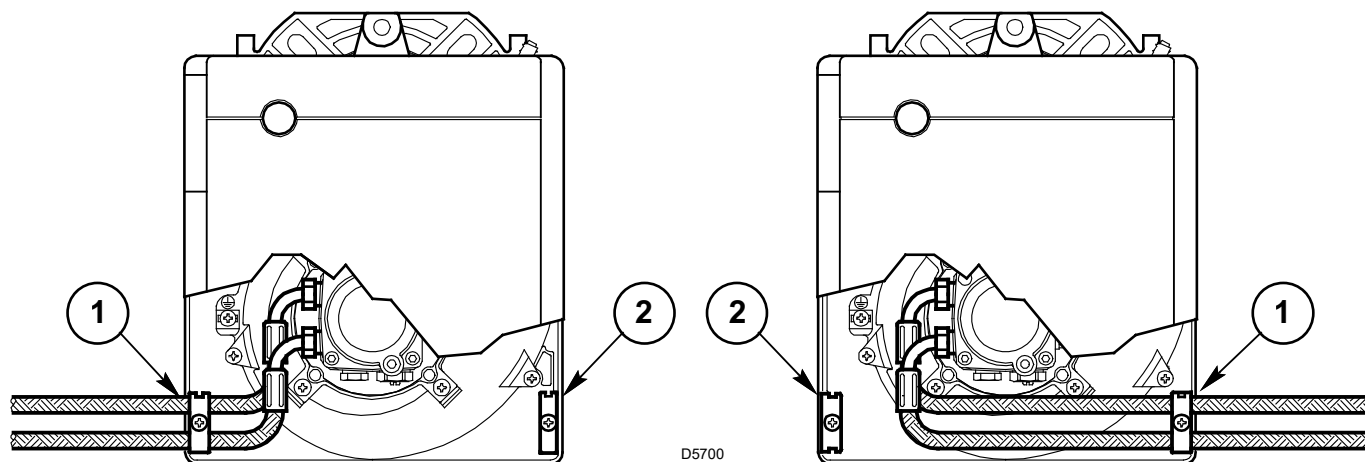

Fig. 6
Le brûleur est prééquipé pour recevoir les tubes d'alimentation du fioul des deux cotés. Selon que la sortie des flexibles est à droite ou à gauche, il peut y avoir lieu de changer l'emplacement de la plaque de fixation (1) avec celle d'obturation (2), (voir Fig. 6).